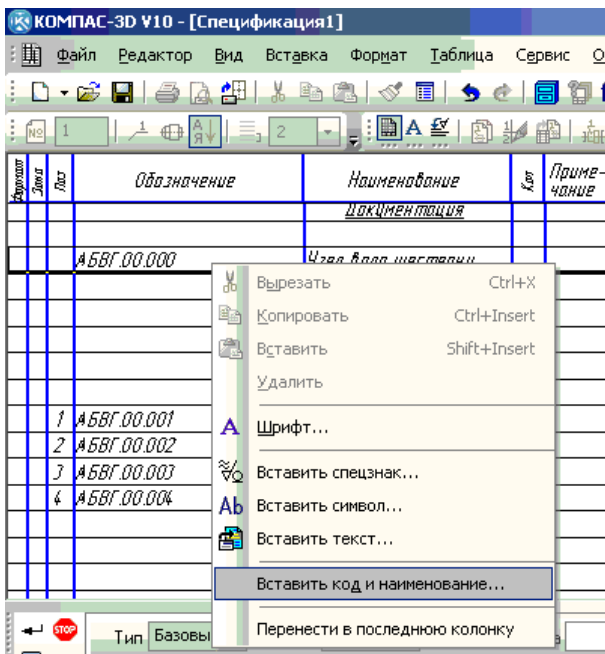

Рис.7
41. Нажмите правую кнопку «мыши» и выберите команду **Вставить код и наименование ...** (рис.7).